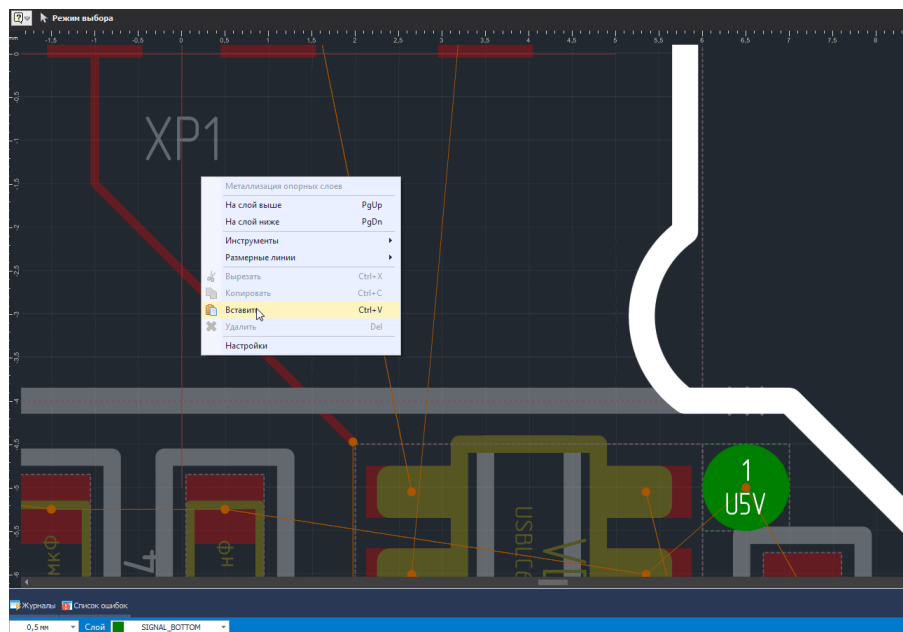

Рис. 296 Вставить скопированный трек
3. Перейти к нужному месту платы, в том числе на другой проводящий слой, и воспользоваться пунктом «Вставить» контекстного меню, либо нажать клавишу, назначенную для этого действия (по умолчанию для вставки назначено сочетание клавиш «Ctrl+V»), см. Рис. 296.